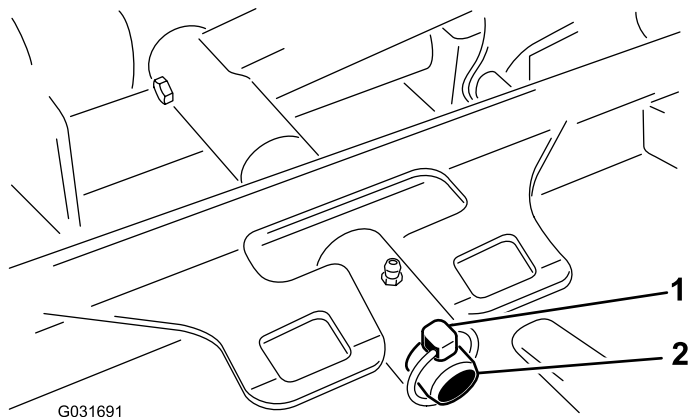

Figura 97
3. Retire el pasador de seguridad que sujeta el bastidor de tiro de la carcasa a la barra de giro del brazo de elevación (Figura 97).
3. Desplace el bastidor de tiro de la carcasa sobre la barra de giro del brazo de elevación y fíjelo con el pasador de seguridad (Figura 97).